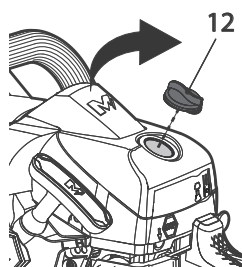

Fig. 48
- > Desaperte o parafuso de fixação (12) e remova a tampa do filtro de ar (13) (Fig. 48).